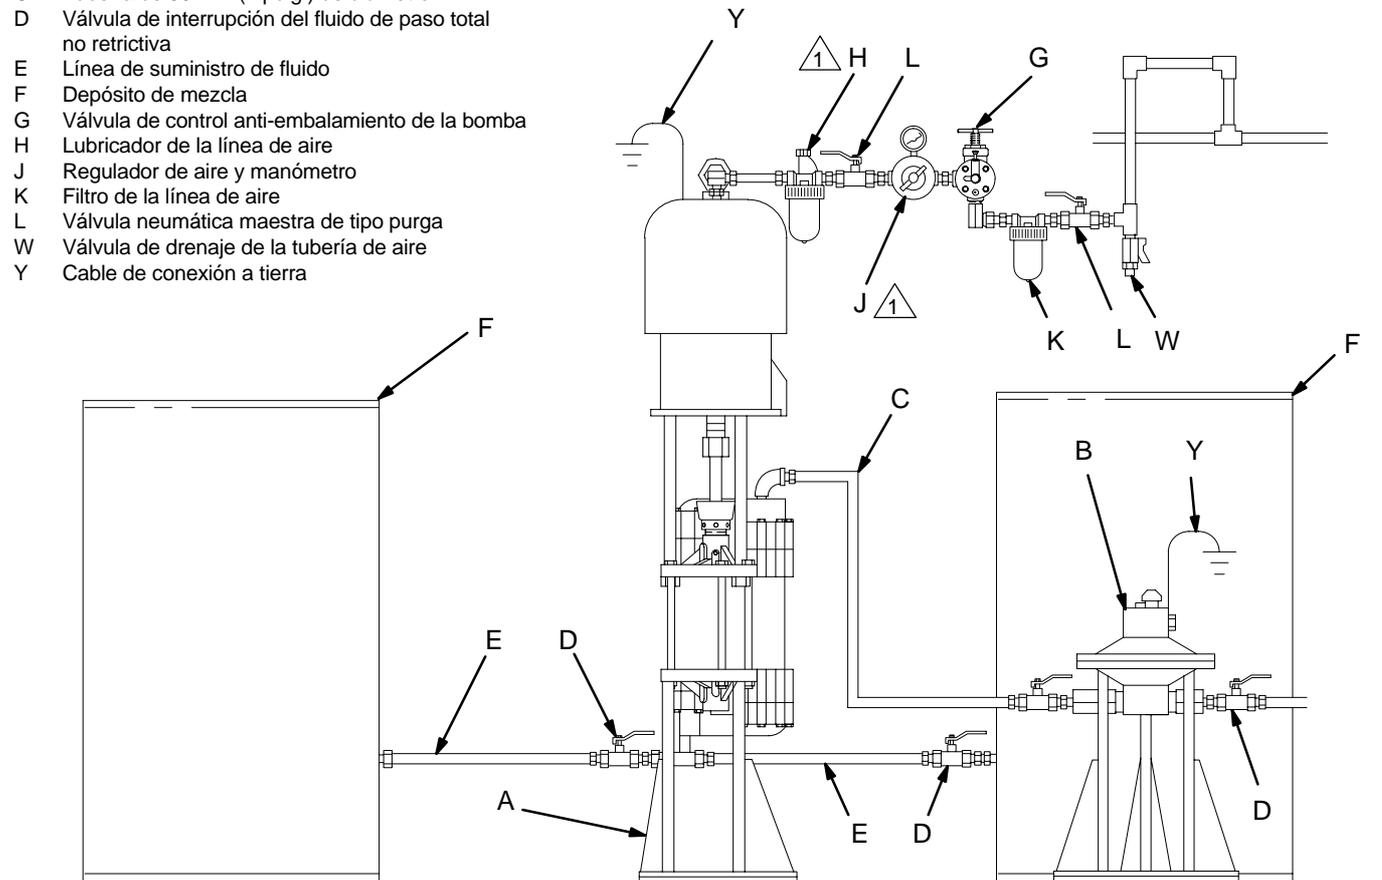

Fig. 5
Las instalaciones típicas representadas en las Fig. 5 y 6 se ofrecen sólo como ejemplos. Contacte con su distribuidor Graco para obtener asistencia en el diseño del sistema.
En un sistema accionado por aire, instale los accesorios en el orden indicado en la Fig. 5. Trabajando en el sentido del flujo desde la entrada de aire de la bomba, instale un lubricador de línea de aire (H) para la lubricación automática del motor neumático. A continuación, instale una válvula neumática maestra de tipo purga (L) para aliviar el aire atrapado entre la válvula y la bomba, y un regulador de aire y un manómetro (J) para controlar la velocidad de la bomba.